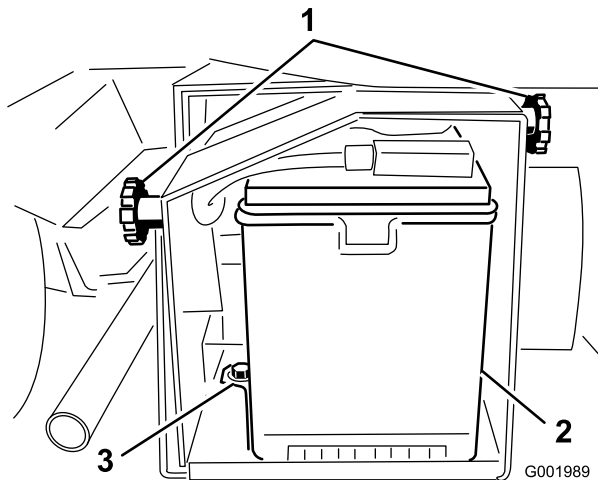

Bild 54
2. Lösen Sie die Handräder an beiden Seiten des Batteriekastens und nehmen Sie die Batterieabdeckung ab (Bild 54).
5. Nehmen Sie die Batteriehalterungen und -befestigungen ab (Bild 54).
2. Setzen Sie die Batteriehalterung auf und befestigen Sie sie mit den drei vorher entfernten Befestigungen (Bild 54).
4. Setzen Sie die Batterieabdeckung auf und befestigen Sie sie mit den zwei Handrädern (Bild 54).
1. Lösen Sie die Handräder an beiden Seiten des Batteriekastens und nehmen Sie die Batterieabdeckung ab (Bild 54).